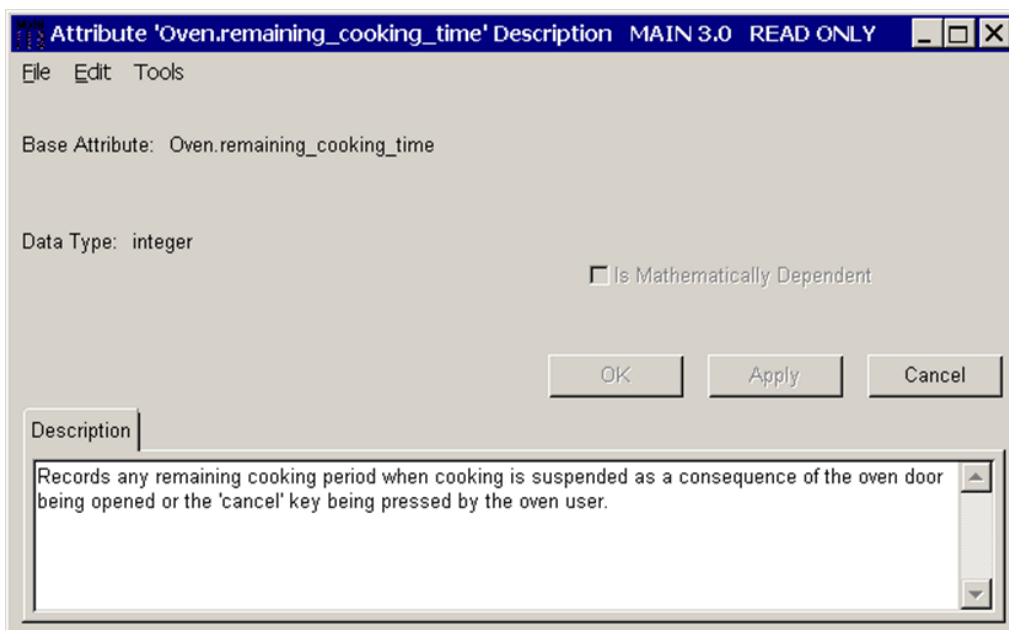

図 4-7: 属性の記述
- [Attribute Description] ボタンをクリックします。属性のテキスト記述が図 4-7 に示すように表示されます。クラスの記述と同様、属性の記述も、モデルを参照したり検討したりする人達にとって重要なドキュメントです。属性の目的と共に、属性が取ることができる値の制約が記述されます。